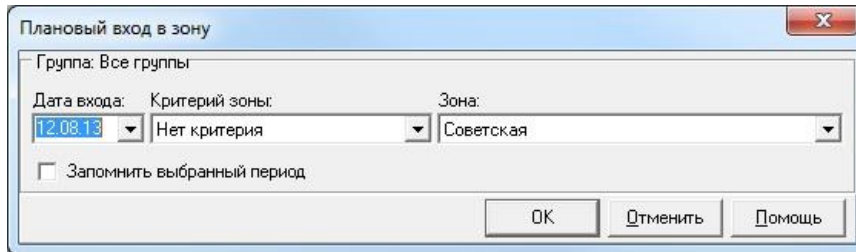

Рисунок 182 – Форма «Плановый вход в зону»
- 2 Вызвать пункт меню «Отчеты» ⇒ «Плановый вход в зону». Программа предоставляет форму «Плановый вход в зону» для задания параметров отчета (см. Рисунок 182).